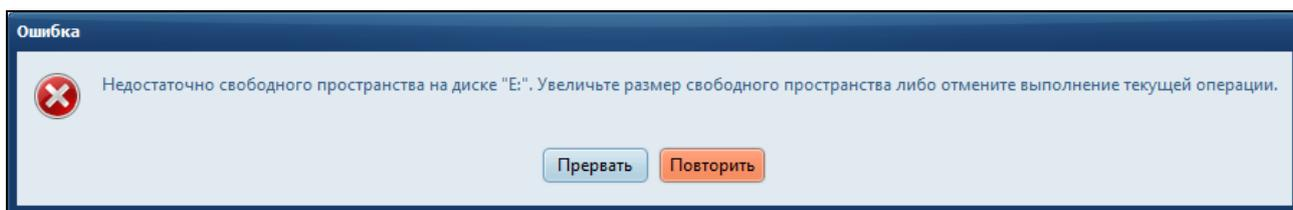

Рисунок 52 – Сообщение о нехватке свободного пространства на этапе контроля физической целостности
**Внимание!** При недостатке свободного пространства на логическом диске в процессе контроля физической целостности МоКод выдаст соответствующее сообщение (Рисунок 52). Оператору необходимо обеспечить свободное пространство на логическом диске, достаточное для обработки файлов, добавленных в сеанс контроля, либо уменьшить их количество (п. 3.2.2 «Выбор расположения файлов для контроля»).